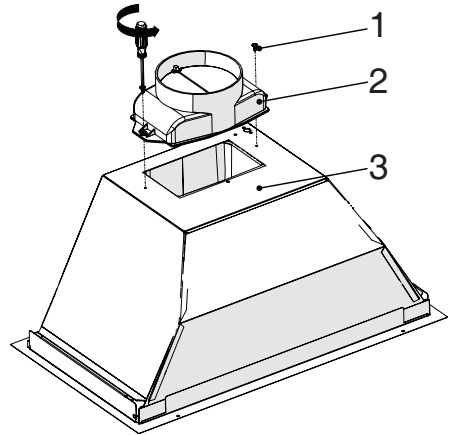

Abb. 3
- Bringen Sie den mitgelieferten Kunststoffabzug mit 2 Schrauben (3,5x9,5) am Gehäuse des Geräts an. Reiben Sie nicht fest über seine Oberflächen. (Abb. 3)